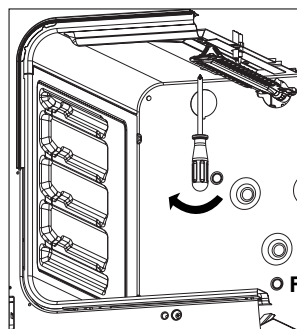

Fig.17
3. La partie avant du brûleur se détache. Maintenez-le dans cette position pendante.(Fig.17)
Remplacez le couvercle inférieur.(Fig.17)